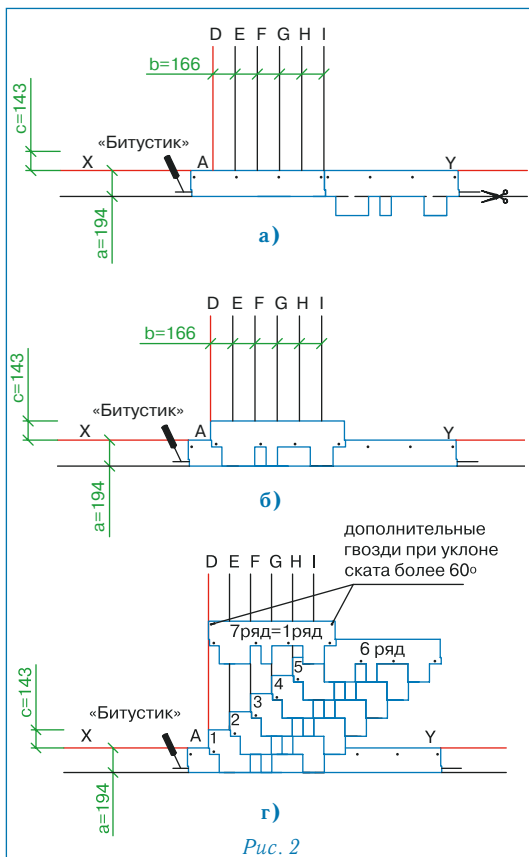

Рис. 2
Укладка материала (рис. 2)
- Начальный ряд формируется из листов черепицы ГОТИК с обрезанными лепестками. Полученные таким образом полосы шириной 19,4 см укладываются по линии карниза в обе стороны от линии I (рис. 2а) и фиксируются по нижнему краю битумной мастикой «Битустик», а по верхней кромке 4 гвоздями (ось гвоздей на 5 см ниже верхнего края полосы);
- далее первый ряд черепицы укладывается от линии AD (рис. 2б);
- второй ряд укладывается от линии E (со смещением 16,6 см от AD) (рис. 2в);
Каждый лист черепицы ГОТИК крепится 4 гвоздями таким образом, чтобы гвоздь прошивал и верхний край низлежащего листа черепицы (рис. 2в).